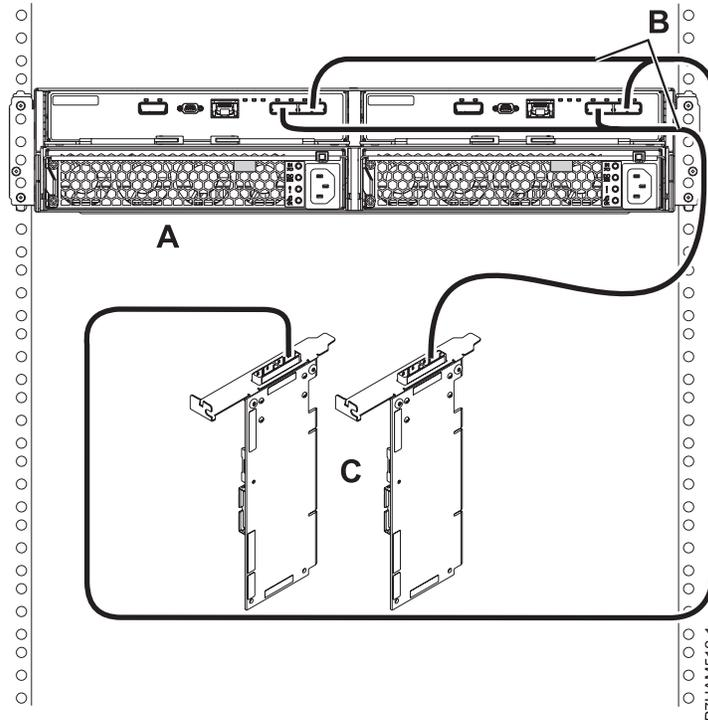

Abbildung 14. Modus 1-Anschluss eines Plattenlaufwerkgehäuses 5887 mit YO-Kabeln an ein SAS-Adapterpaar
- Schließen Sie ein Plattenlaufwerkgehäuse 5887 im Modus 1 (A) mit YO-Kabeln (B) an ein SAS-Adapterpaar (C) an. Siehe Abb. 14 auf Seite 16.